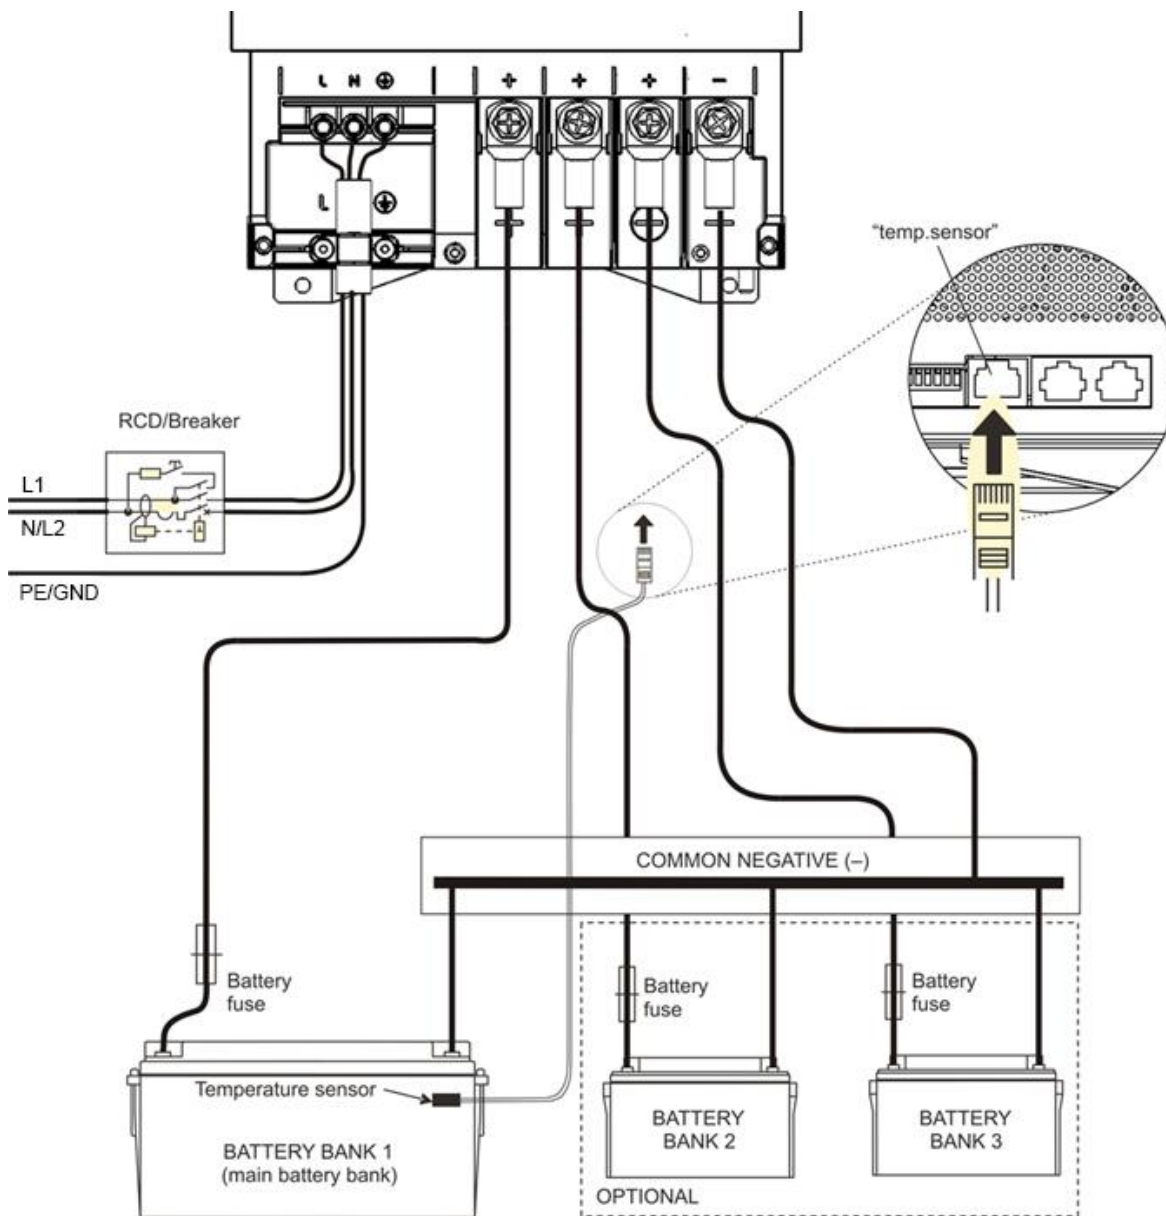

Figure 3 : Schéma d'installation du ChargeMaster Plus
- 12 Vérifiez tout le câblage, référez-vous également à la Figure 3 pour le détail du câblage.